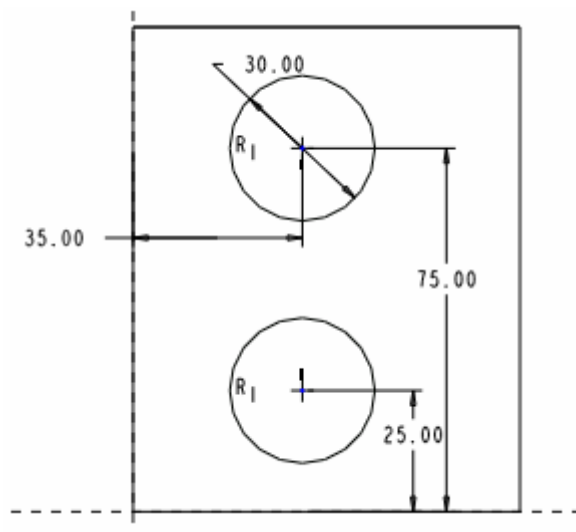

图 25-4
- (1) 单击菜单【插入】 【高级】 【局部推拉】命令。
- (2) 选择基准平面 DTM1 为草绘平面，接受系统默认的视图方向及参照面。
- (3) 在草绘环境中绘制如图 25-4 所示的两个圆。